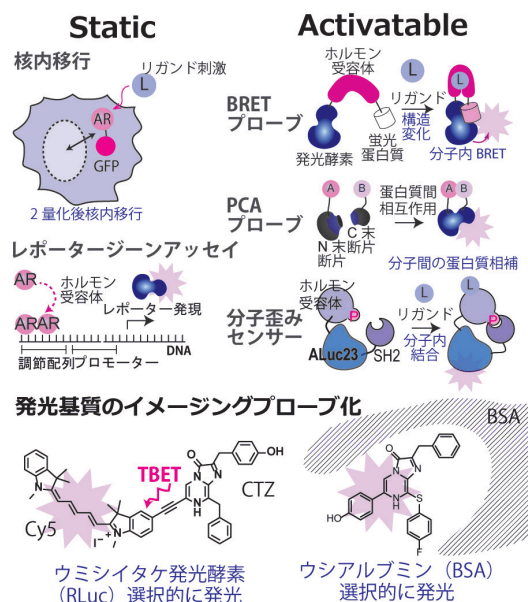

図1 静的・動的分子イメージングプローブと発光基質に基づいたイメージングプローブの例
例えば、男性ホルモン受容体 (AR) や女性ホルモン受容体 (ER) に蛍光タンパク質を繋げ、動物細胞に発現させると AR や ER が細胞質に局在することが蛍光イメージで観察できる。この細胞に内分泌ホルモンや化学物質の刺激を加えると AR や ER が活性化され核内移行が観察されるため、刺激物質の性ホルモン様活性が定量的に評価できる (図1)³⁾。
90年代の蛍光タンパク質や発光酵素の遺伝子クローニングの成功以来、我々はその用途を単なるレポーター (光標識) に限定していたことに気付き、その反省から、遺伝子組み換え技術により蛍光タンパク質や発光酵素に何らかの「On-Off スイッチ」を付加することで、単なるレポーターを動的な分子イメージングシステムに変化させる努力をした。このようなプローブは、化学物質などにより引き起こされる多様な分子イベント (タンパク質-タンパク質間の相互作用 (PPI), リン酸化, 構造変化, 核内移行など) を標的とし、特異的に蛍光や発光信号を放つようにデザインされている。そのため、当該プローブは発生した分子イベントに対し即時に応答するため、上述の従来法の致命的な欠点を解消できる。これまでの類の分子イメージングプローブは多く開発されているが、紙面上の制約より代表的な三つの例を以下で紹介する (図1)：(1) 生物発光共鳴エネルギー移動 (BRET) 法、(2) タンパク質断片相補アッセイ (PCA) 法、(3) 分子歪みセンサー法。
子認識能を持たせることにより「蛍光や発光インジケーター」として活用する試みが行われてきた。本来、蛍光タンパク質の蛍光団や発光酵素の発光団は、三つのアミノ酸からなる生合成産物である（分子量：400~1000 Da台）。この分子量の蛍光団や発光団は、生体内では様々なホルモン受容体のホルモン結合ポケットやアルブミンのようなキャリアタンパク質の薬剤結合サイト(DBS)、各種酵素の酵素活性部位にちょうど当てはまるサイズである。したがってこの分子量の蛍光団や発光団が本来持つ発光特性に加え、特定重要タンパク質に特異的に当てはまる分子デザインに変えることができれば、新概念の蛍光あるいは発光インジケーターとして用いることができる。その一例として、血清アルブミンに一部のセレンテラジン骨格の発光基質が特異的に当てはまり発光する点を活用して、ヒト由来やウシ由来の血清アルブミンを定量イメージングした研究例があった（図1）⁸⁾。また、コロナウィルスのスパイクタンパク質に特異的に発光するウミホタル発光基質を用いて、コロナウィルスを定量イメージングした研究例もあった⁹⁾。